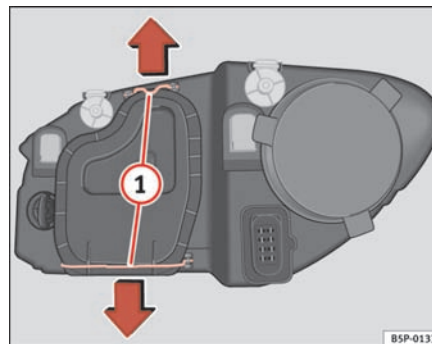

Fig. 187 Nærlys
- Fjern stropperne ⇒ side 256, fig. 187 ① i pilenes retning, og tag afdækningen af.